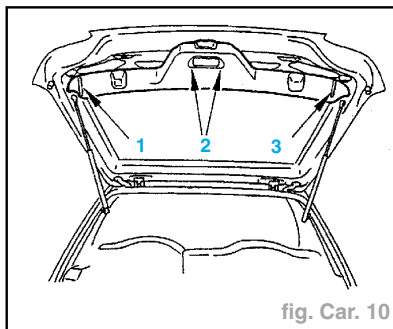

fig. Car. 10
- Déposer la garniture intérieure (vis (1), (2) et (3)) (fig. Car. 10).